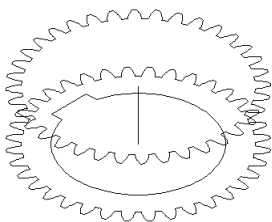

图 12-99 旋转结果
- 16 选择菜单【修改】|【旋转】命令，将复制后的轮廓线旋转 6.78° ，基点为垂直辅助线上端点，结果如图 12-99 所示。